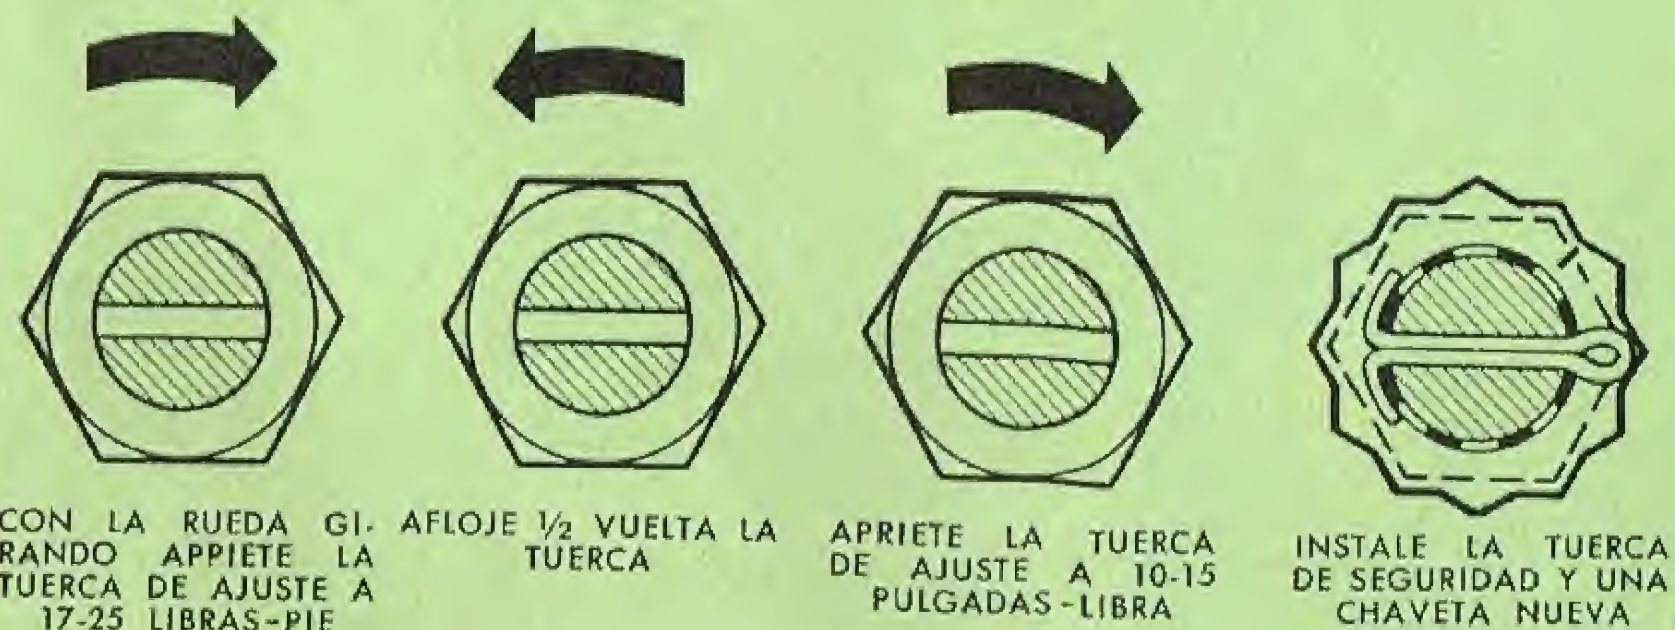

FIG. 3—
5. Mientras haga girar la rueda, la maza y el conjunto del rotor, presione la tuerca de ajuste a 17-25 libras pies (2,34-3,44 kg. m) para ajustar los cojinetes. (Fig. 3).